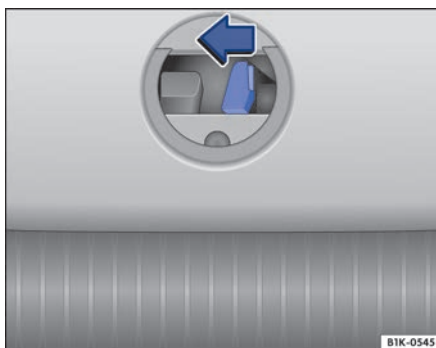

Fig. 285 Desde el maletero: desbloqueo de emergencia del portón del maletero.
- Presione la palanca de desbloqueo en el sentido de la flecha → fig. 285. El portón del maletero se desbloquea.